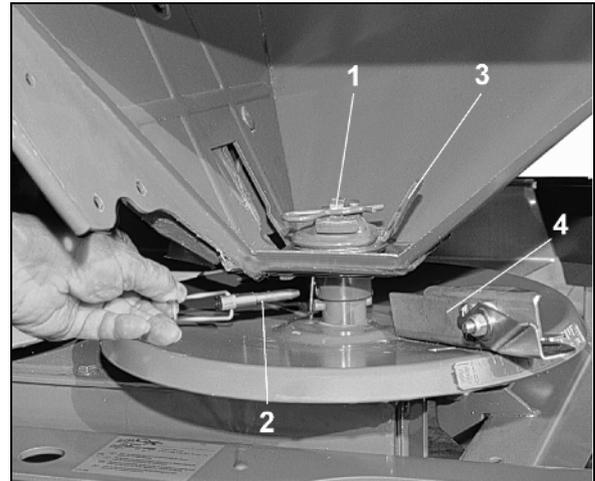

Fig. 89
3. Federstecker (Fig. 89/3) unbedingt **entgegen** der Drehrichtung (Fig. 89/4) montieren. (Abgebildet ist die in Fahrtrichtung gesehene rechte Maschinenseite).